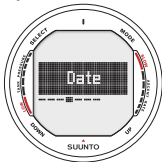

Fig. 3.10 Datuminstellingen geselecteerd.
4. Datum (*Date*; Fig 3.10, 3.11)